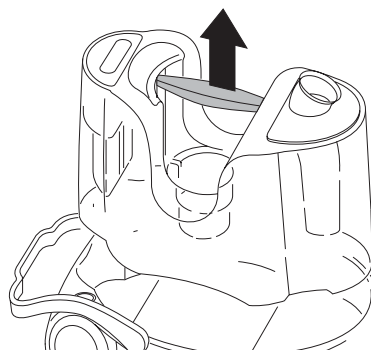

рис. 3
- Выньте резервуар для сбора мусора/жидкости Н при помощи специальной ручки, имеющейся на резервуаре (рис. 3).